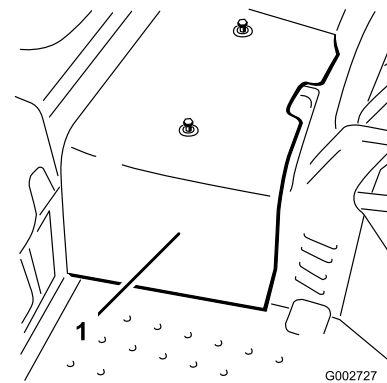

Figure 42
2. Desserrez les 2 vis qui fixent le carénage central à la machine et déposez le carénage (Figure 42).